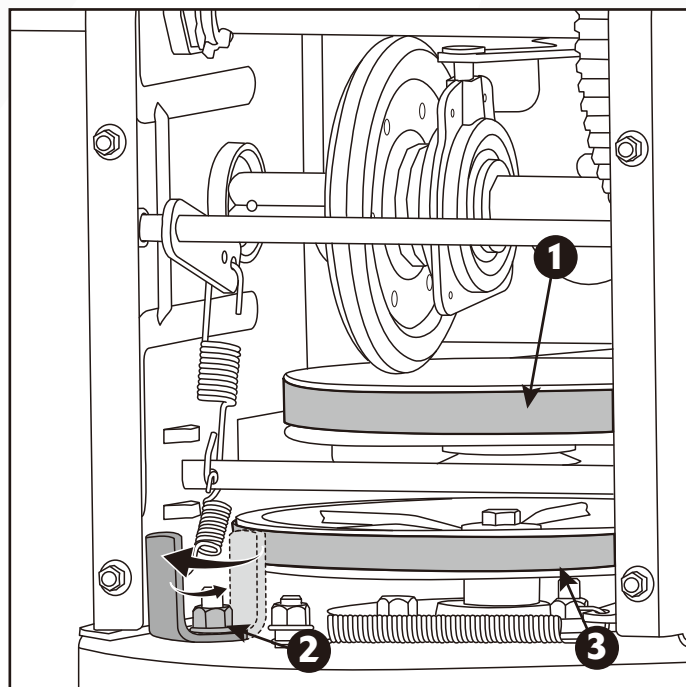

Figura 19C
7. Afloje el perno de parada para acceder y quitar la correa de la barrena. (Figura 19C)
8. Retire la correa de auto-propulsión. (Figura 19C)